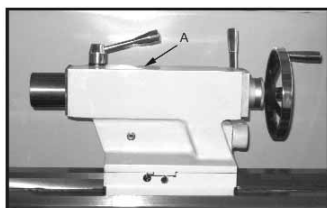

Fig. 8
8. Pinoldok: Smør smørepiplerne (A, Fig. 8) øverst på pinoldokken dagligt med Mobil DTE® Oil Heavy Medium.